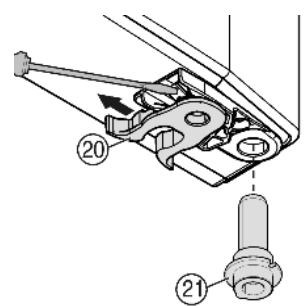

Fig. 8
- переставьте пружинный зажим Fig. 8 (20): Нажмите вниз язычок защелки, снимите с него пружинный зажим.
- Извлеките опорный палец Fig. 8 (21) из втулки двери и вставьте вместе с шайбами на противоположную сторону. Язычок защелки должен быть направлен к внутренней стороне двери, паз — к внешней стороне.
- Поверните нижнюю часть двери и вставьте опорный палец Fig. 8 (21) в опорный кронштейн. При необходимости покрутите опорный палец, чтобы он смог заскочить.